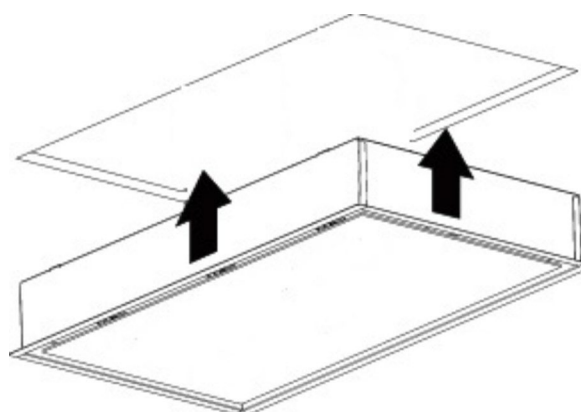

Fig. 8
2. ➔ Produkten måste nu tryckas upp i hålet (Fig. 8).